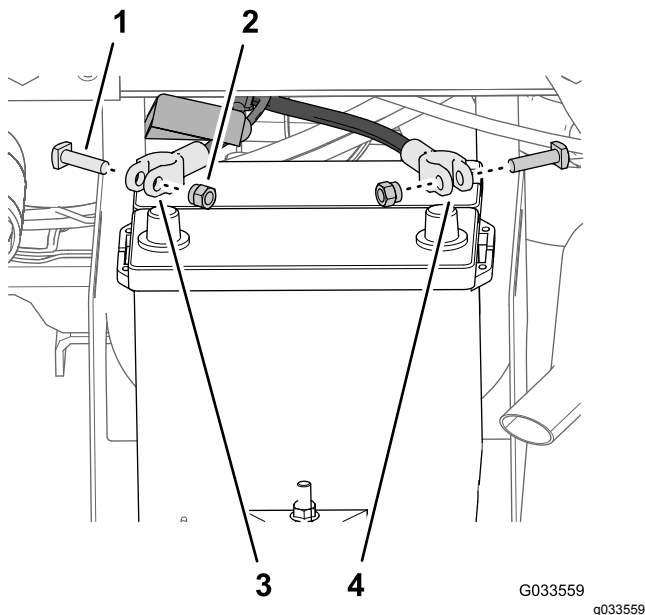

図 27
1. バッテリーの両ケーブルのクランプについているナットとTボルトを外す 図 27。